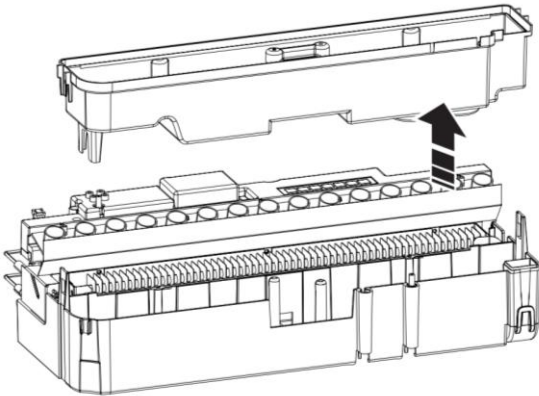

Fig 31
6. Heben Sie leicht die Wanne an (Abb. 31) und achten Sie auf das Wasser, damit es nicht überläuft. Platzieren Sie die Wanne im Becken.